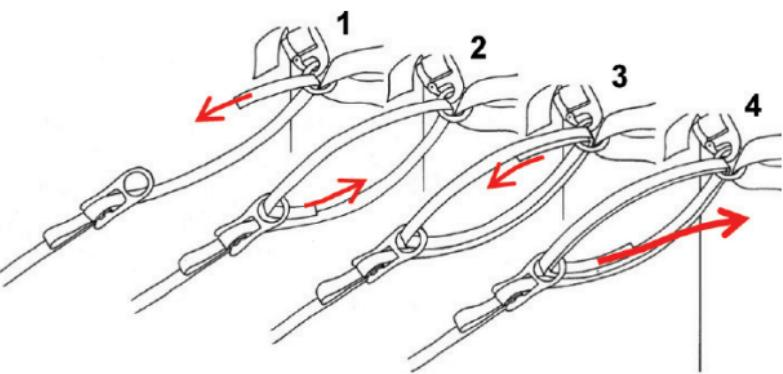

Fig. 8
- D'abord faire passer la sangle par-dessous dans l'anneau en acier au point d'amarrage n° 2 (Fig. 8, 1).
- Maintenant procéder d'après les dessins Fig. 8, 2-4.